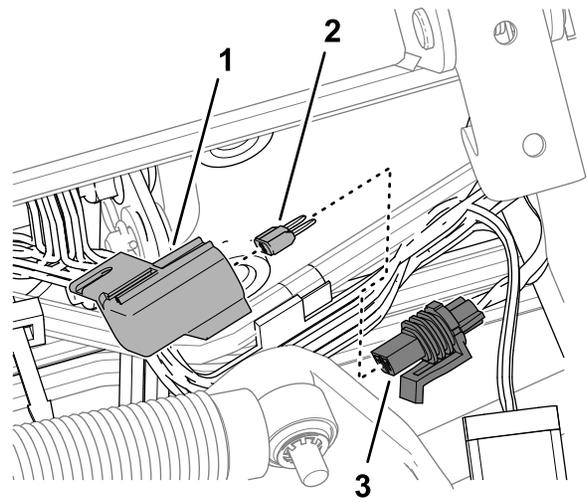

Figura 131
3. Retire a tampa do porta-fusíveis em linha rotulado 10 A FUSE TELEMATIC PWR (Figura 131).